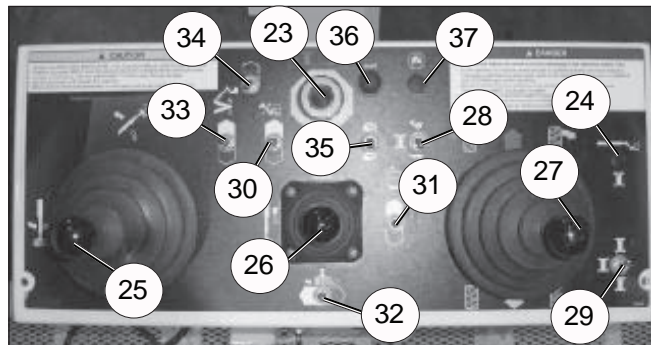

Figura 4 Comandi e spie superiori
10. Provare ciascuna funzione della macchina (trazione, sollevamento, rotazione, telescopica, rotazione della piattaforma, livello della piattaforma) dalla stazione dei comandi superiore salendo sull'interruttore a pedale e azionando i comandi funzione (consultare la Figura 4 a pagina 6).